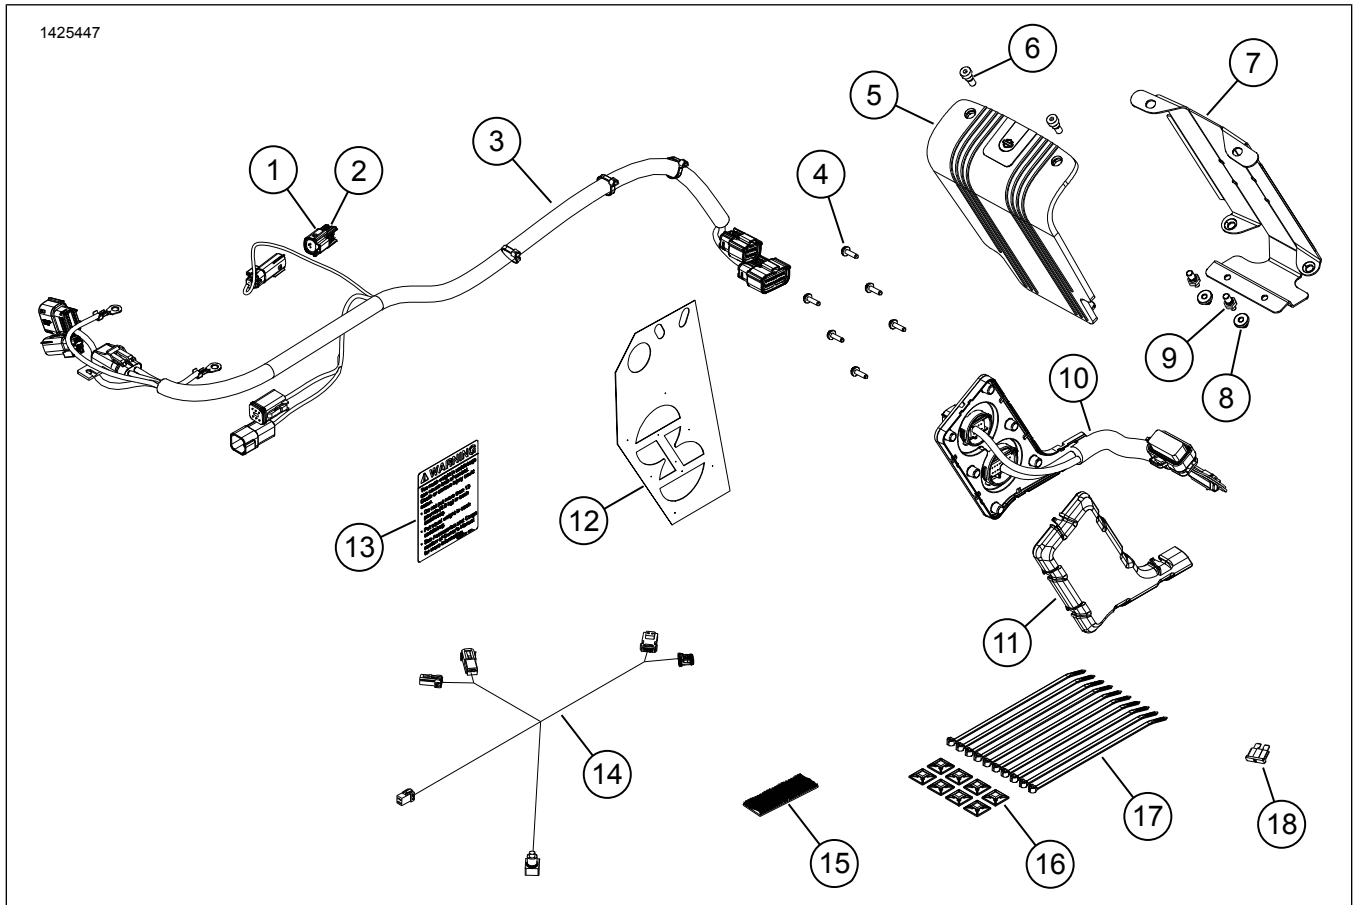

図1。交換用パーツ: プライマリーアンプキット
3. 図1を参照してください。サドルバッグ容量ラベル(13)を取り付けます。